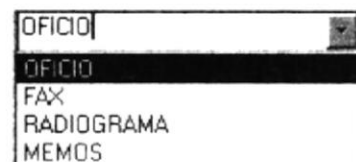

Figura 3.15 Elija Tipo de Documento
- ELIJA EL DOCUMENTO: Aquí damos clic en el combo y se elige el documentos. (Ver figura 3.15)